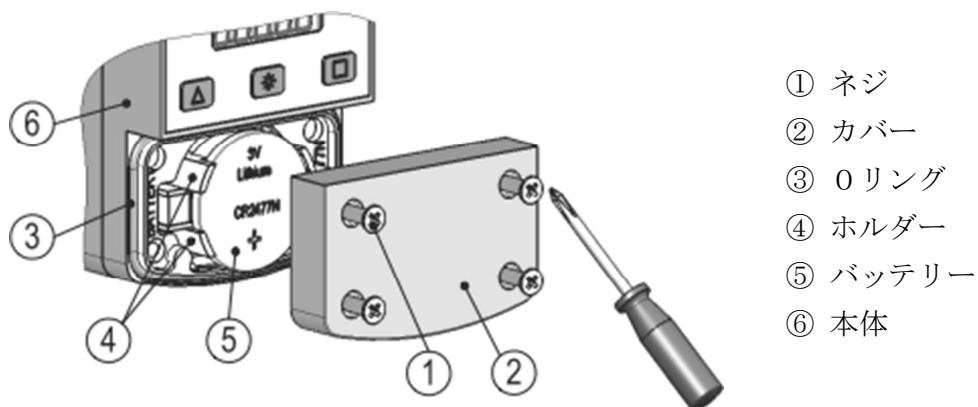

図8：バッテリー交換
▶ Oリング③が正しく取り付けられているかを確認してください。
▶ カバー②が本体⑥と完全に揃うまで、ネジ①を均等に締め付けます。(図8参照)
取り外し(図8参照)
取り付け(図8参照)